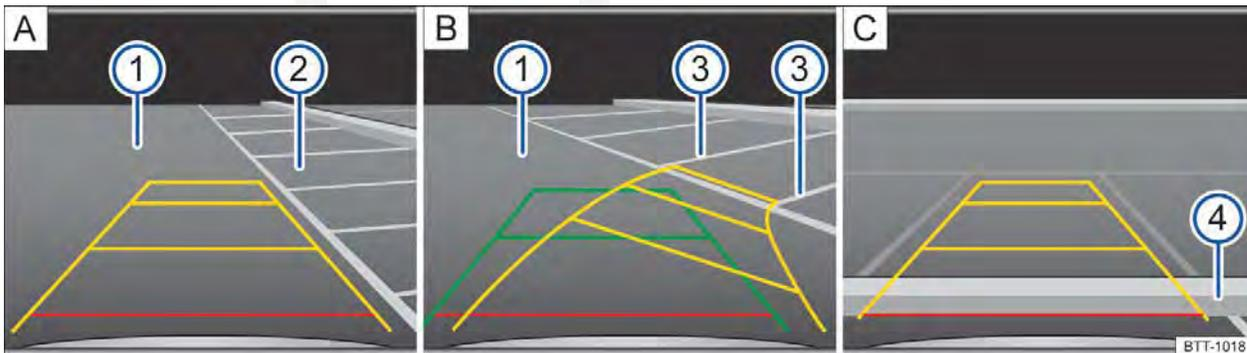

Fig. 160 Exibição do display do rádio ou do sistema de navegação: entrar na vaga de estacionamento com a câmera de marcha a ré, modo 1.
Legenda para a representação esquemática Fig. 160:
2.	Posicionar o veículo na frente da vaga de estacionamento ② ⇒ Fig. 160 A.
4.	Conduzir lentamente para trás e manobrar de modo que as guias amarelas sejam guiadas ao longo das linhas de limitação lateral ③ da vaga de estacionamento selecionada B. Observar a seguinte mensagem: Controlar a trajetória do veículo! ⇒ ⚠ em Introdução ao tema na página 231!
5.	Alinhar o veículo na vaga de estacionamento selecionada de modo que as guias verdes e amarelas fiquem em cima das linhas de limitação lateral ③ da vaga de estacionamento selecionada.
6.	Parar o veículo o mais tardar ao atingir a guia vermelha de limitação traseira, por exemplo, meio-fio ④ C.